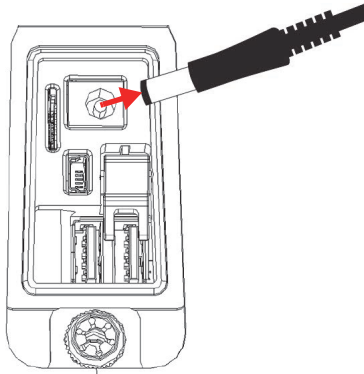

图 3-18 拔下DC电源插头
4. 如果您使用的是AC电源适配器，则需从Vanta分析仪的AC适配器插座上拔下DC电源插头（参见第75页的图 3-18）。